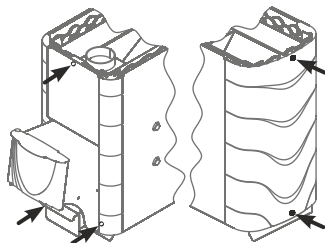

Рисунок 10. Саморезы для демонтажа конвектора печи.
2. Снять конвектор, открутив 5 саморезов (рисунок 10)